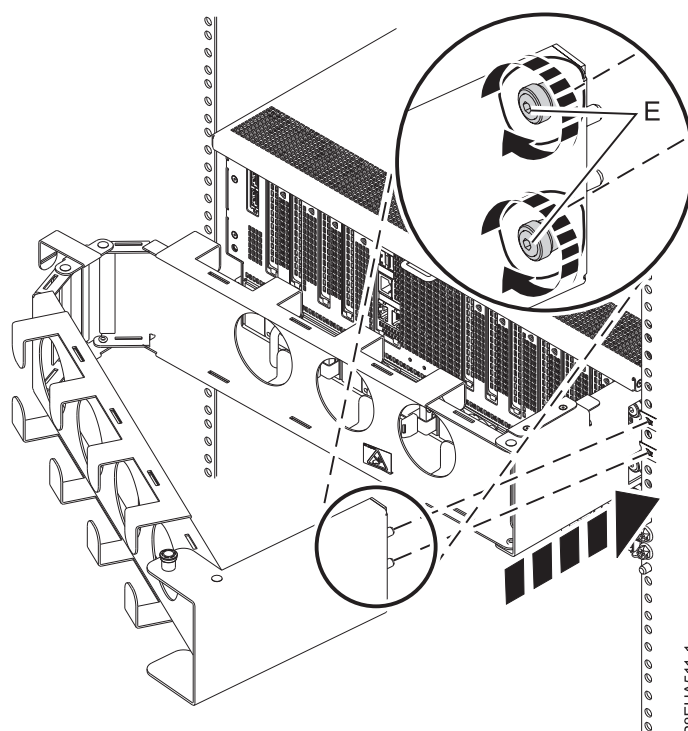

Figure 19. Fixation de la plaque extérieure aux glissières
- Fixez la plaque extérieure aux glissières à l'aide de deux vis captives (**E**), comme illustré à la figure 19.